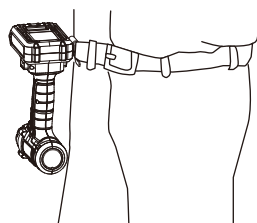

Fig. 11
- > El clip para cinturón (9) puede engancharse en el cinturón o en el bolsillo, etc. (Fig. 11).